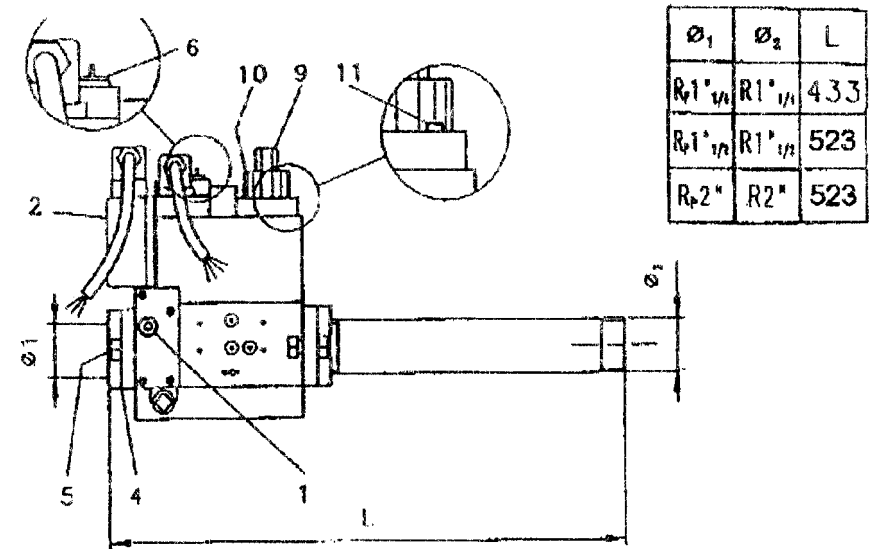
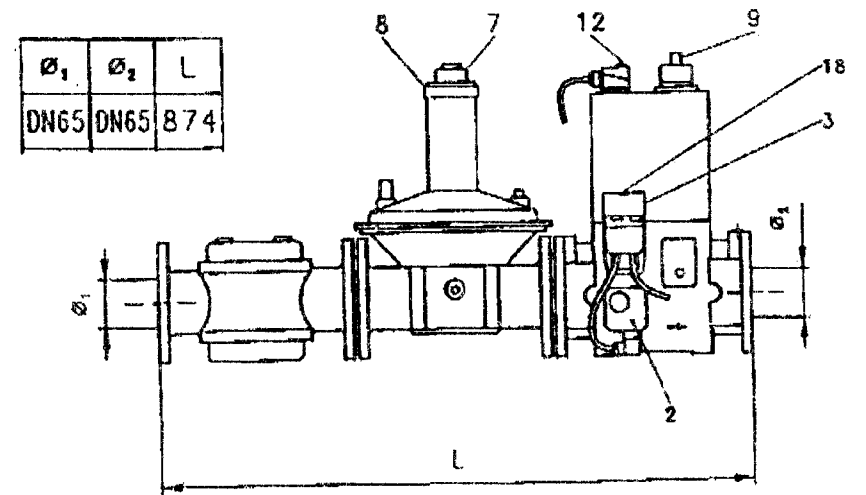

Рис. 3
Рис. 4
При необходимости ее установки с правой стороны от горелки, перенести приемку газа (1) газовой линии (Рис. 3), пресостат минимального давления газа (2) и контроль герметичности (если он есть) на противоположную сторону от группы клапанов линии газа (Рис. 4).
Соединения между магистральной линией газа и линией управления осуществляются при помощи фланца (4), поставляемого вместе с винтами (5) (Рис. 3).
Линия управления газа (Рис. 4):
Линия управления газа (Рис. 4)
Работа стабилизатора давления более эффективна при большой потере давления Δp на входе и выходе стабилизатора. Кроме того, ее функциональность увеличивается при увеличении давления на выходе от стабилизатора. Это увеличение давления достигается ограничением открытия клапанов, которые находятся после стабилизатора. Выходное давление, которое отражается на линии управления (Рис. 3), начиная со стабилизатора в сторону минимального газа или в сторону приемки P_c контроля герметичности. Если контроль герметичности присутствует, то давление может измениться в пределах 10 - 30 мбар. Если понадобятся другие значения давления, то замените синюю пружинку (отвинтите крышку (8)) на другую (например, на пружинку красного цвета) = 25 и 55 мбар или черного цвета 50 - 110 мбар и т.д.).
В случае, когда линия управления присоединена к газу, который может иметь изменения давления в зависимости от тепловой мощности, тогда стабилизатор необходимо отключать. В линии газа (Рис. 3) регулировка осуществляется с помощью специального устройства, в других газовых линиях регулировка осуществляется завинчиванием до упора оси регулирования.
Линия управления газа (Рис. 3)